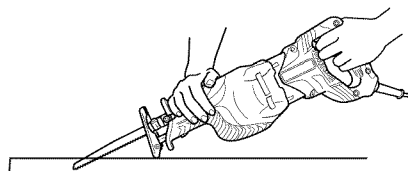
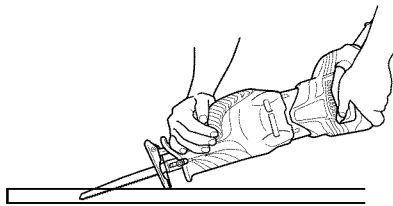

Fig. 24
Fig. 25
- (2) Relever lentement la poignée et couper petit à petit avec la lame de scie. (Fig. 24, Fig. 25)